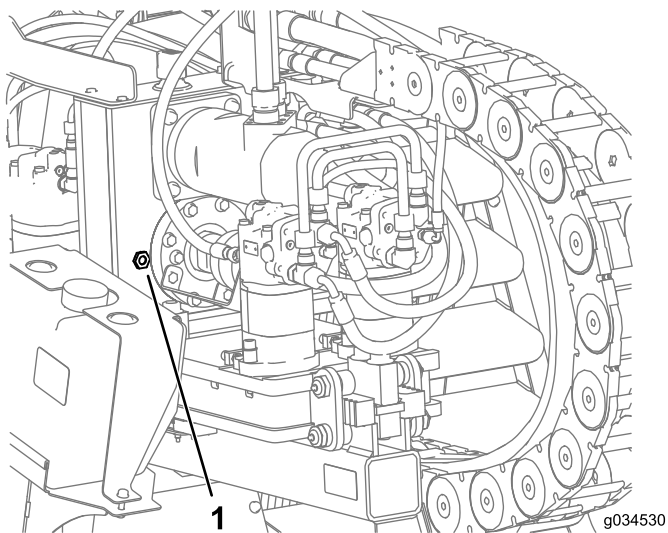

Bild 96
2. Prüfen Sie den Ölstand im Schauglas am Getriebe (Bild 96).
3. Nehmen Sie den Entlüfterdeckel ab und füllen Öl in das Getriebe, bis der Ölstand mindestens die Hälfte des Schauglases bedeckt (Bild 96).
6. Füllen Sie das Getriebe mit Öl, bis der Ölstand mindestens die Hälfte des Schauglases bedeckt (Bild 96).